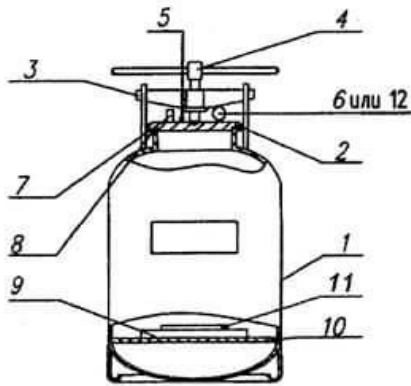

Рисунок 2— Устройство установки
5.13 Во время работы установки: -не прикасаться к горячим поверхностям установки; -не наклонять, не перемещать и не поднимать установку; -не вывинчивать винт 4 зажима крышки 2 (рисунок 2) установки.